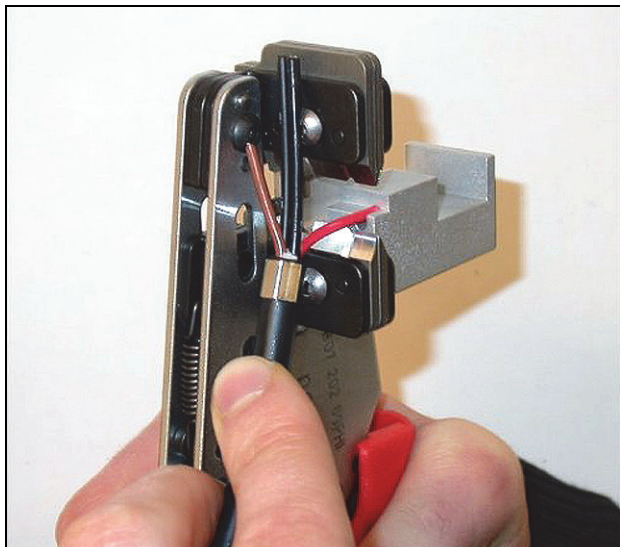

figura 30.11: Descarnagem de um fio de cobre
- 9 Descarte os isolamentos vermelho e castanho dos fios de cobre empurrando-os em direcção ao retentor mecânico da descarnadora de cabos (ferramenta 5, consulte a figura 30.11).